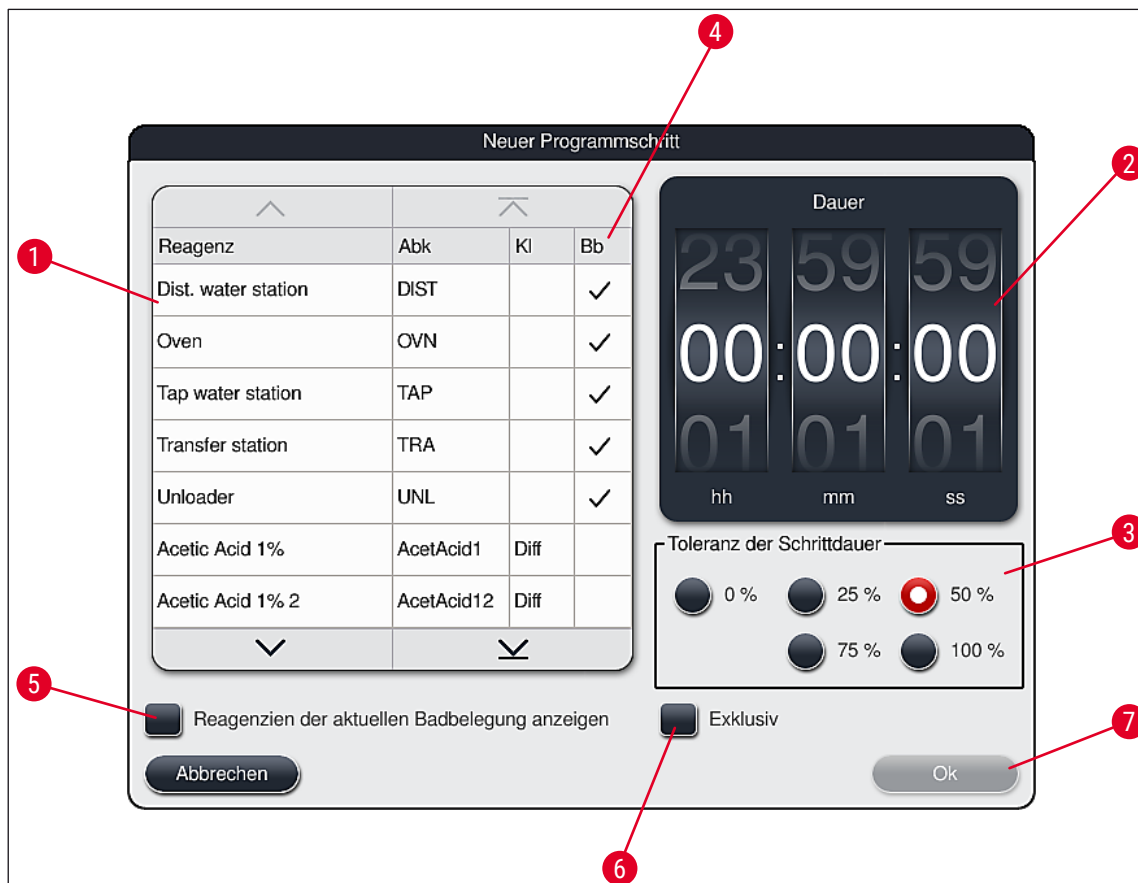

Abb. 46
- Es öffnet sich ein Fenster zur Definition des Programmschrittes (→ "Abb. 46").